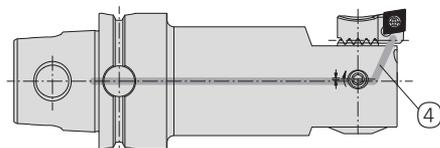

図2
- 刃先に内部クーラント供給④（図2）。最大許容圧力40/バール。